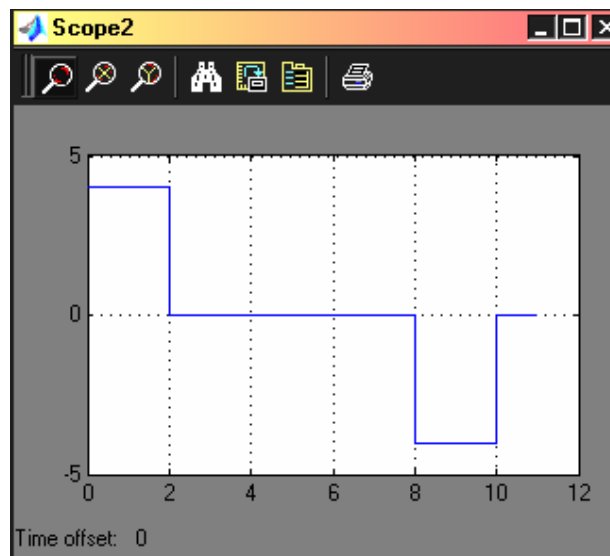

Fig.6.6
- Însușiți 2 semnale treaptă și vizualizați rezultatul. Pentru operația de însumare alegeți blocul corespunzător: **Simulink / Math / Sum** (Atenție la declararea numărului de operații și tipul acestora !!!). Repetați operația pentru 4 semnale urmărind ca semnalul rezultat să corespundă unei legi de mișcare cu accelerație constantă $a = 4m/s^2$ (fig.6.6); Atenție la durata de simulare pe care o fixați la o valoare adecvată apelând în mod succesiv: **exer / Simulation / Simulation parameters / Stop time**.